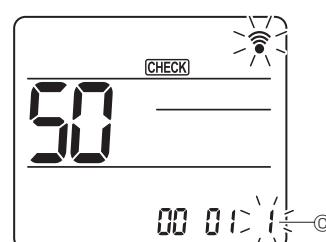

Fig. 6-19
④ Wybieranie numeru ustawienia
Przycisk [C] służy do zmiany numeru ustawienia ③. (Fig. 6-19)